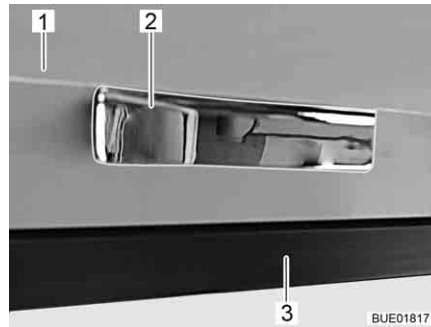

Bild 75 Möbelklappe mit Druckentriegelung
- Möbelklappe (Bild 75,1) am Griff (Bild 75,2) gegen den Schrankkorpus (Bild 75,3) drücken. Die Möbelklappe ist entriegelt.